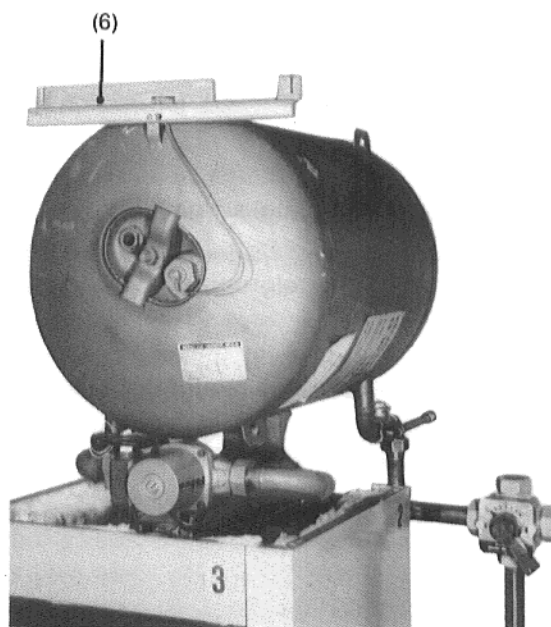

Fig. 15
De **traverse** (6) voor de boilerzijplaten (haaks omgezet) los aan de boiler schroeven (zie Fig. 15).